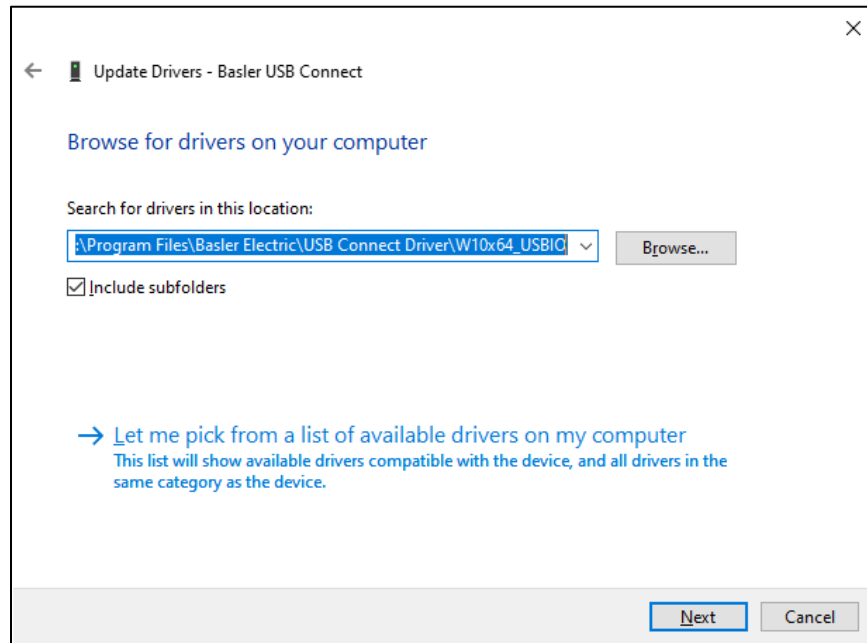

Figure 24-5. Mise à jour du pilote logiciel - DGC-2020HD
Étape 5. Cliquez sur Parcourir et accédez à C:\Program Files\Basler Electric\USB Connect Driver\W10x64_USBIO\. Cliquez sur Suivant. Voir Figure 24-5.